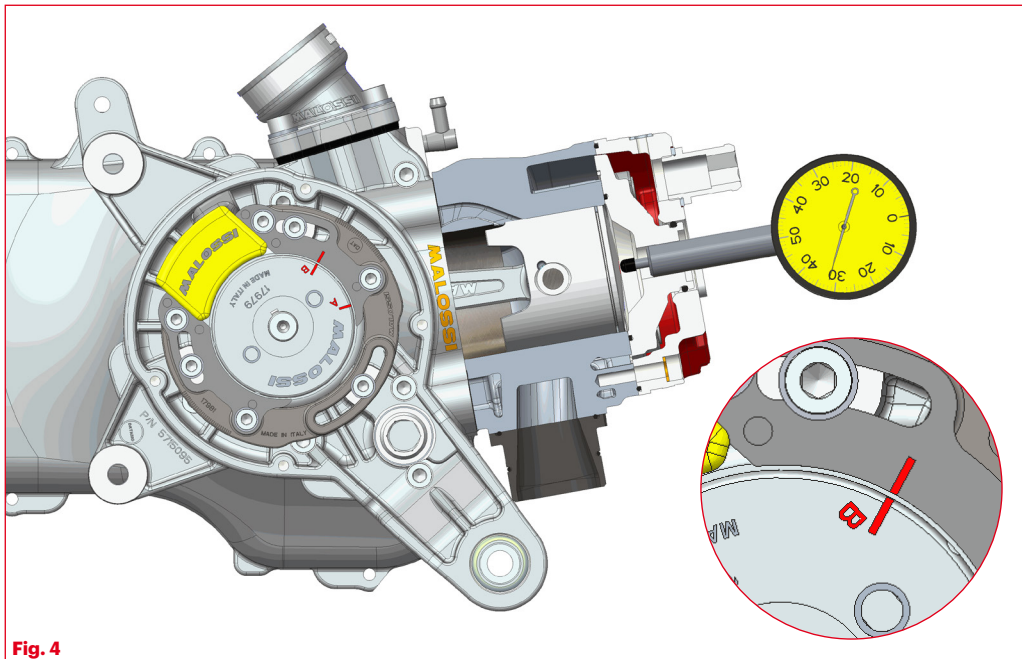

Fig. 4
Montaje y puesta en fase del encendido scooter (Fig. 4)
- **(Fig. 4)** Girar el motor en sentido antihorario hasta alcanzar el punto muerto superior y
- **(Fig. 4)** Girar el motor en sentido horario hasta alcanzar el punto muerto superior y poner en cero el comparador verificando varias veces la exactitud de la operación.